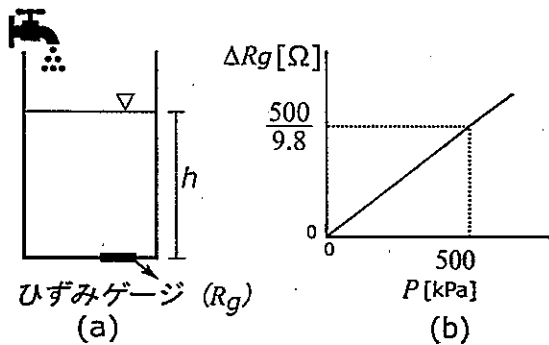
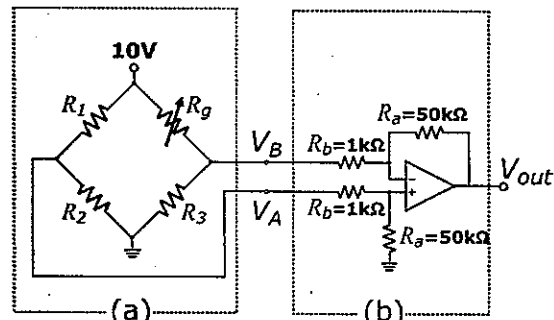

図1 水位測定システム
図2 システムの回路
上部が開放されたステンレス製の貯水槽の底にひずみゲージを配置して、流入する水(密度 $\rho = 1000[\text{kg}/\text{m}^3]$)の水位 $h[\text{m}]$ を測定する(図1(a))。貯水槽に水が流入することで、その底部の圧力 $P[\text{kPa}]$ が増加し、それに伴ってひずみゲージの抵抗 $R_g = R_0 + \Delta R_g[\Omega]$ も増大する。抵抗 R_0 は、底部の圧力 $P = 0[\text{kPa}]$ のときのひずみゲージの抵抗である($\Delta R_g = 0[\Omega]$, $R_g = R_0[\Omega]$)。底部の圧力 $P = 500[\text{kPa}]$ のときの ΔR_g は $500/9.8[\Omega]$ ($R_g = R_0 + 500/9.8[\Omega]$) である(図1(b))。この抵抗の変化を、図2の回路を用いることで電圧出力 $V_{out}[\text{V}]$ に変換し、 $h[\text{m}]$ を計測、記録することを試みた。次の問いに答えよ。
- 問1 図2(a)の回路について、 $R_1 = R_2 = R_3 = R_g$ のときの本図(b)の回路への入力電圧 $V_{in} = V_A - V_B[\text{V}]$ を求めよ。また、 R_g の増加に伴う V_{in} の増減について説明せよ。
- 問2 図2(b)の回路の使用目的と使用理由を説明せよ。